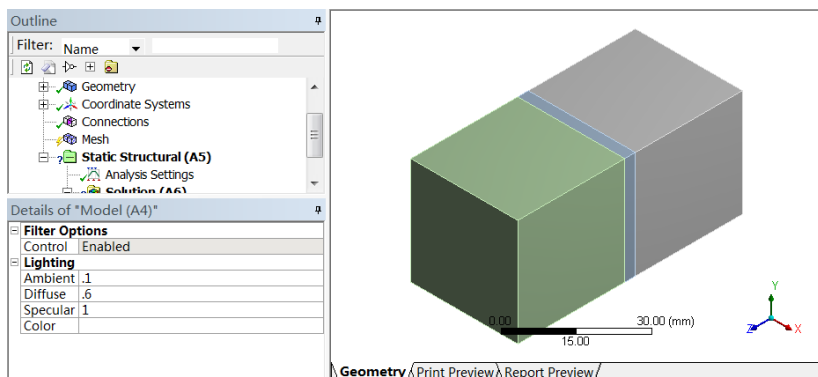

图 17-9 分析项目树结构图
1) 双击主界面项目管理区项目 A 中的 A4 栏“Model”项，进入 Mechanical 界面，分析项目树结构图如图 17-9 所示，在该界面下即可进行网格的划分、分析设置、结果查看等操作。导入的模型中间部分为仿真垫片材料。